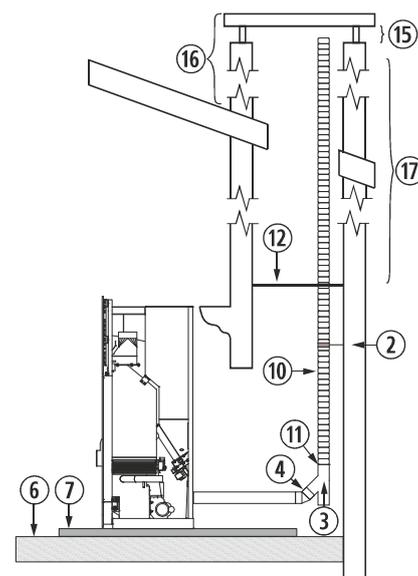

Figura 12
**4.27.** A instalação de um encastrável numa chaminé de obra pode ser feita em toda a sua totalidade em tubo flexível, tal como indicado na *figura 12*. Devemos ter especial cuidado na hora de realizar o isolamento entre a chaminé e o tubo da saída de gases para evitar possíveis retrocessos de gases em caso de tempestade.
②	Abraçadeira de união de aço inox.
③	Tê de 135° com registro.
⑥	Chão de madeira.
⑦	Protector de chão incombustível.
⑩	Tubo de aço inox flexível.
⑪	União adaptadora de flexível a rígido.
⑫	Isolante anti-retrocesso.
⑮	Mínimo 200mm.
⑯	Deve ultrapassar o teto em 1 metro.
⑰	Superior a 4m, aumentaremos uma medida.